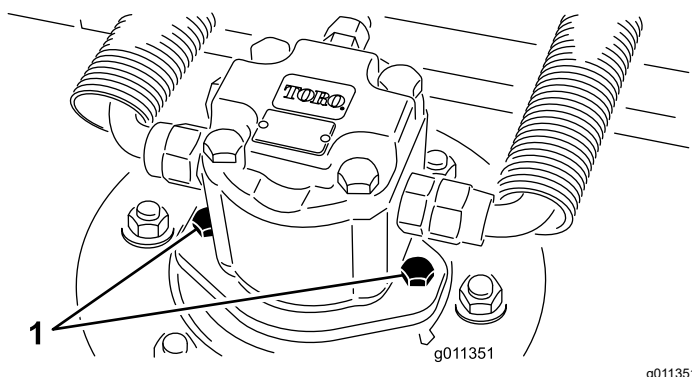

Figura 119
2. Desligue e retire o motor hidráulico da unidade de corte (Figura 119). Cubra a parte superior do eixo para não o sujar.
3. Instale o motor hidráulico na unidade de corte (Figura 119). Verifique se o anel de retenção está posicionado corretamente e não está danificado.